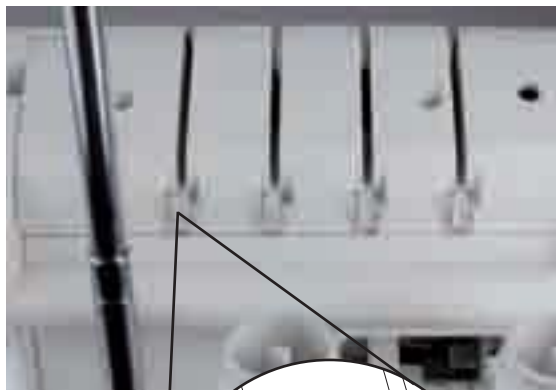

Fig. 20
1. Guíe el hilo desde atrás hacia delante a través del portaconos ❶ (1).
2. Enhebre el hilo en la guía de hilos tirando del hilo hacia abajo hasta que se deslice por debajo de la guía del hilo (2) (Fig. 20).